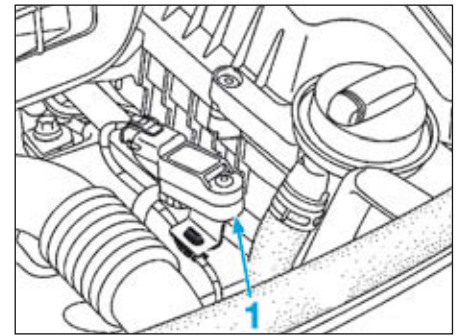

FIG.11
- Déclipper le capteur de pression de suralimentation (1) (Fig.11).